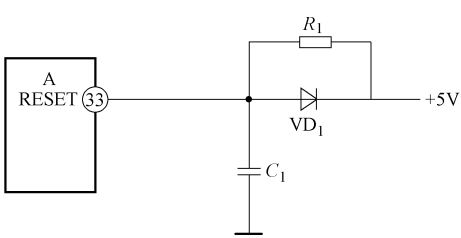

图 16-30 微控制器实用复位电路之五
5) 复位电路之五。如图 16-30 所示是微控制器中的另一种实用复位电路。电路中， $A_1$  是微控